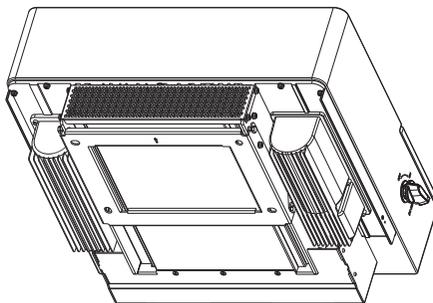

Abbildung 4.4 Wandhalterung
2. Heben Sie den Wechselrichter an (achten Sie darauf, dass Ihr Rücken nicht zu stark belastet wird) und richten Sie die hintere Halterung des Wechselrichters auf den konvexen Teil der Montagehalterung aus. Hängen Sie den Wechselrichter in die Montagehalterung ein und vergewissern Sie sich, dass der Wechselrichter fest sitzt (siehe Abbildung 4.4).